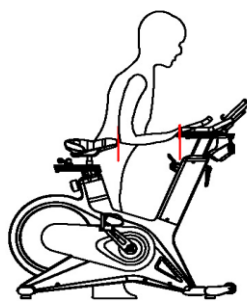

Abbildung 5
2) Stellen Sie die Höhe des Griffs so ein, dass der unterste Teil des Griffs auf gleicher Höhe wie der Sattel ist. Wie in Abbildung 5 gezeigt.